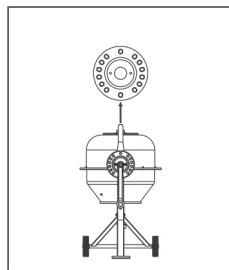

Bild 16
- Förvara och transportera apparaten i den position som beskrivs i Fig. 16.